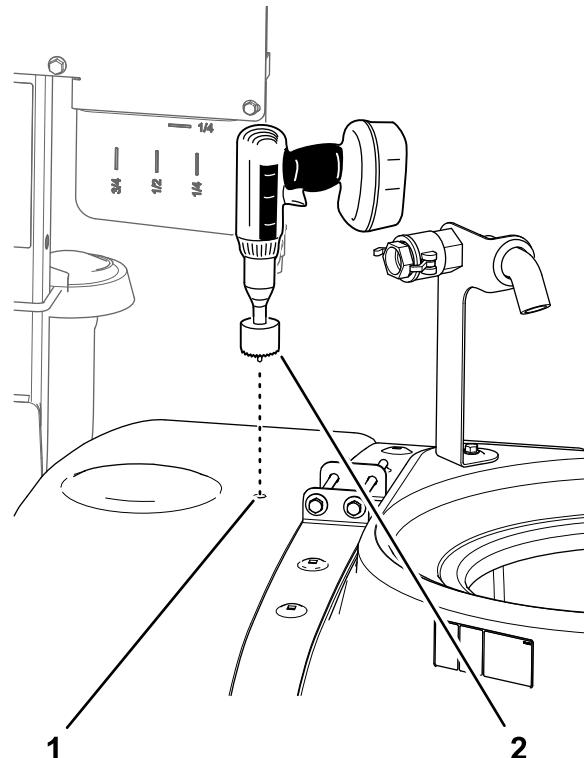

Figura 19
7. Ripetete i passaggi da **4** a **6** nel segno di foratura anteriore (Figura 19).